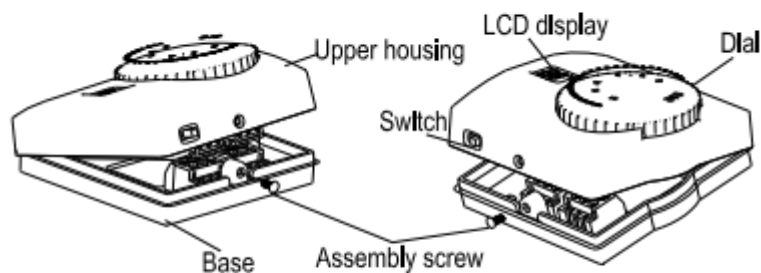

Figure 1
1. Снимите монтажные винты с основания термостата. Осторожно потяните верхний корпус прямо с база. Принудительный или термостатический термостат может повредить устройство. Смотрите рисунок 1.